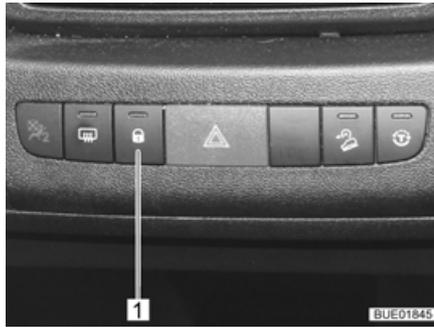

Fig. 60 Conmutador para el cierre centralizado
- Pulsar la tecla (Fig. 60,1). Las cerraduras de las puertas estarán desbloqueadas.
- Pulsar la tecla (Fig. 60,1). Las cerraduras de las puertas estarán bloqueadas. La luz de control en la tecla está encendida.